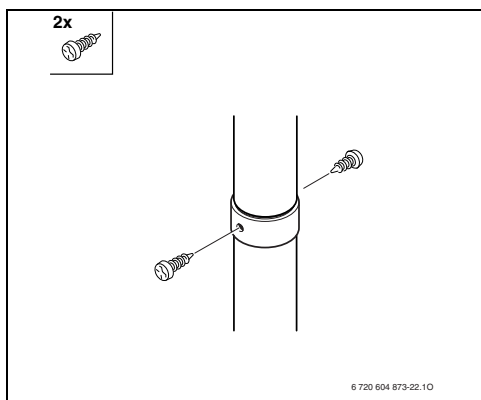

Рис. 38
► Закрепите соединение винтами из комплекта поставки (Рис. 38 ).